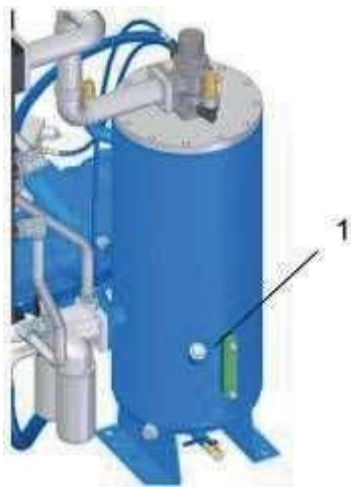

Рис. 33: Пробка наливного отверстия
5. ➔ Ослабьте пробку наливного отверстия (Рис. 33 поз.1), осторожно откройте, не потеряв уплотнительное кольцо.